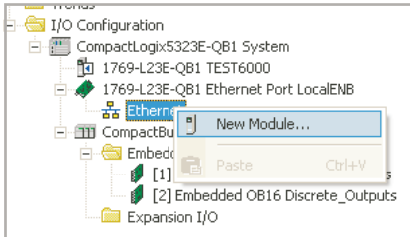

Abbildung 4.3.21l Rehtescklick auf das EtherNet Symbol
1. Klicken Sie im rechten Teil des RSLogix 5000 Fensters mit der rechten Maustaste auf das EtherNet Symbol und wählen Sie aus dem Menü 'New Module...' (Abbildung 4.3.21l).